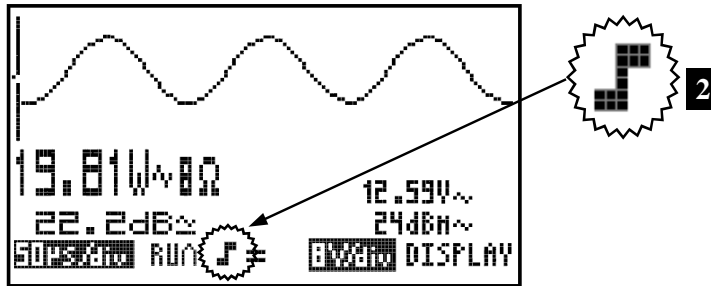

Fig 43
The screen will only display the signal when a negative slope is "detected", viz. the signal has to drop in vertical direction in order to trigger. (Fig 43)
2. Triggering op de dalende flank v/h signaal: Het scherm zal pas het signaal tonen als er een negatieve flank 'gezien' wordt, d.w.z. het signaal moet van hoog naar laag veranderen om te triggeren. (Fig. 43)
2. Démarrage sur le flan descendant du signal : L'écran n'affiche le signal que lorsqu'il détecte un flan négatif, c.-à-d. que le signal doit aller de haut en bas pour provoquer le démarrage. (Fig. 43)
2. Trigger auf der abfallenden Flanke des Signals: Der Bildschirm zeigt das Signal erst, wenn eine negative Flanke "gesehen" wird, d.h. das Signal muss sich von hoch nach tief verändern, damit getriggert wird (Fig. 43)